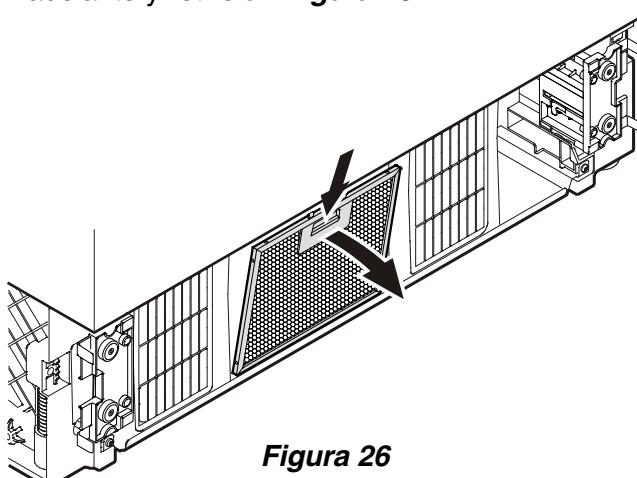

Figura 26
- Presione el botón del filtro de aire, inclínelo hacia adelante y retírelo - **Figura 26**.